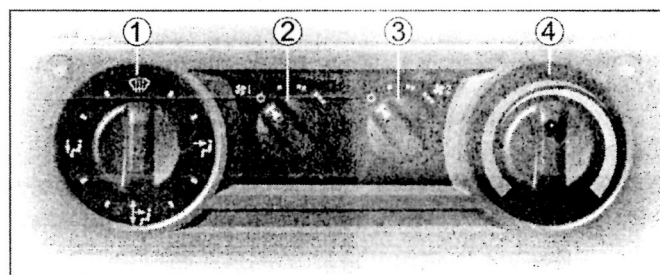

Рис. 8.4. Панель управления отоплением и вентиляцией:
— установить регулятор распределения воздуха 1 (рис. 8.4) в положение ,
- установить регулятор 4 (рис. 8.4) в крайнее левое положение (широкая часть синего символа);